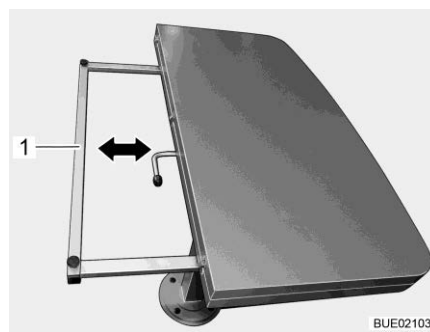

Fig. 131 Raccourcir le plateau de table
- Maintenir le cadre support (Fig. 131,1) des deux côtés et pousser de manière homogène jusqu'en butée sous le plateau de table.